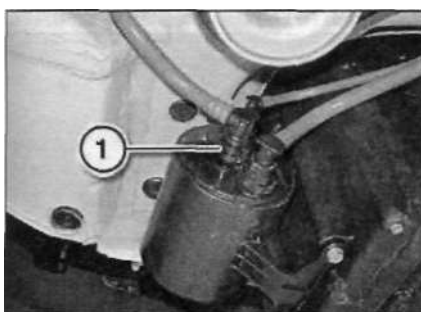
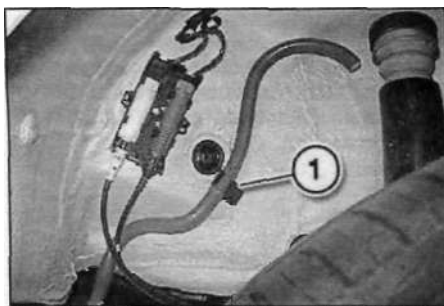

Рис. 3.302. Муфта.
Рис. 3.303. Скоба.
Снятие шланга сообщения с атмосферой с сеткой для фильтра с активированным углем необходимо проводить в следующем порядке. Снять крышку фильтра с активированным углем и кожух правой задней колесной ниши. Разблокировать быстродействующую муфту (1, рис. 3.302) и отсоединить шланг вентиляции (2). Осторожно вывести шланг вентиляции из обсы (1, рис. 3.303).